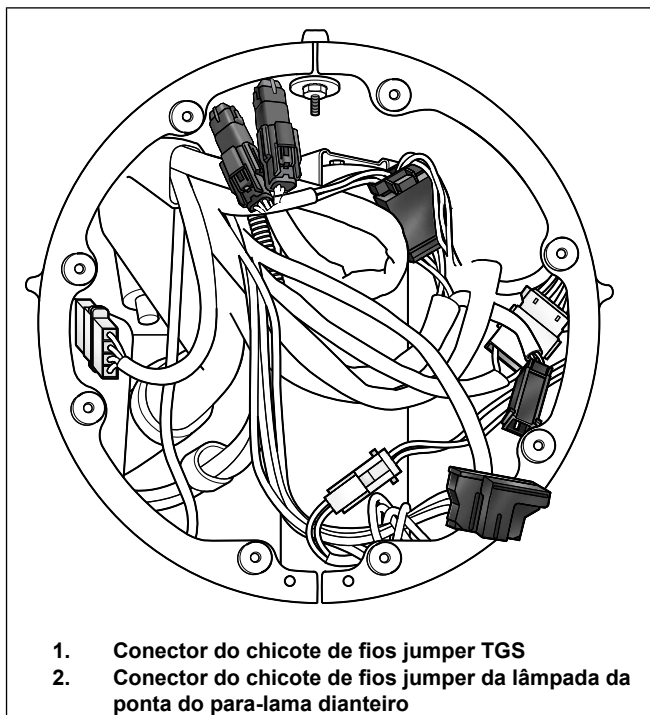

Figura 8. Fiação do farol dianteiro da Road King
- a. Veja a figura 8. Localize a fiação da luz da ponta do para-lama.
- a. Veja a figura 8. Localize a fiação da luz da ponta do para-lama (2).
5. Veja a figura 8. Conecte a metade do conector do TGS da manopla direita à metade do conector do chicote de fios (1).